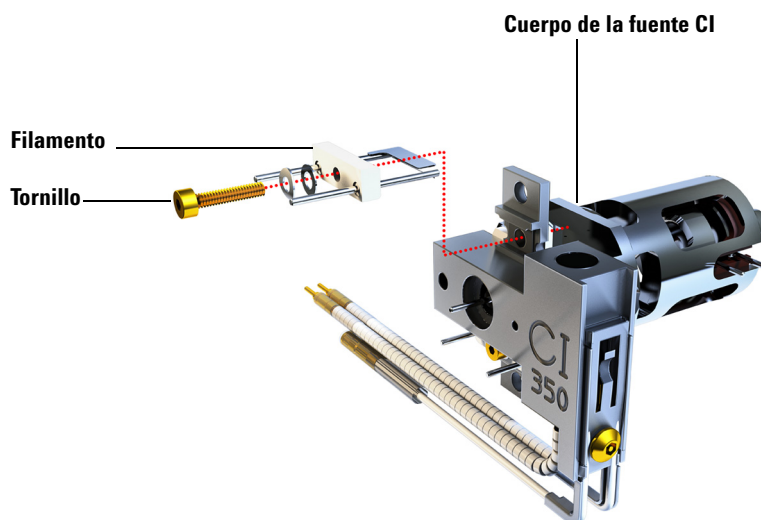

Figura 73 Cambio del filamento de la fuente CI
- 4 Quite el tornillo que sujeta el filamento al cuerpo de la fuente CI. (Consulte la Figura 73 en la página 240.)
- 5 Deslice el filamento y sepárelo del conjunto de la fuente CI. (Consulte la Figura 73 en la página 240.)
- 2 Coloque el filamento nuevo en su posición en el cuerpo de la fuente de iones. (Consulte la Figura 73 en la página 240.)